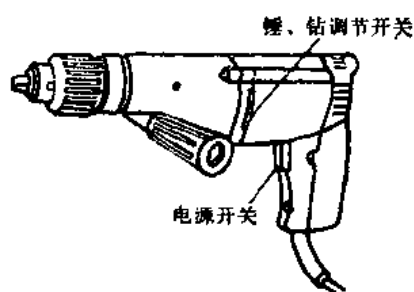

图 1-9 冲击钻
4. 冲击钻 冲击钻是电动工具，具有两种功能：一是可作为普通手提电钻使用，使用时把调节开关调到标记为“钻”的位置；另一种功能是可以用来冲打砌块和砖墙等建筑材料的木棒孔和导线穿墙孔。使用这一功能时应把调节开关调到标记为“锤”的位置。冲击钻通常可冲打直径为6~16毫米的圆孔。冲击钻的调档（钻和锤）应在停转后进行。冲击钻的外形如图1-9所示。